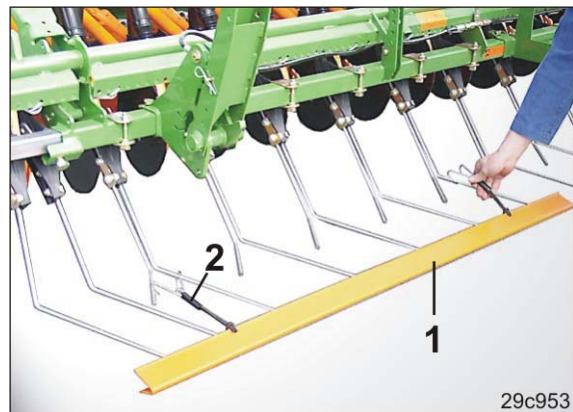

图 209
1. 将由若干部分组成的运输保险护板 (图 209/1) 置于精密耙的齿尖处。
2. 将运输保险护板通过弹簧支架 (图 209/2) 固定在精耕耙上。